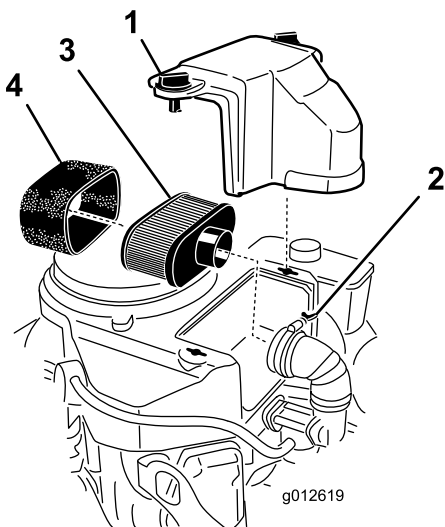

図 41
3. エアクリーナを外したときエンジン内部に異物が入らないよう、周辺をきれいに拭く(図41)。
4. エアクリーナのカバーのノブのねじをゆるめてカバーを外す(図41)。
5. エアクリーナのホースクランプをゆるめてエアクリーナアセンブリを外す(図41)。
6. ペーパーエレメントからスポンジエレメントを注意深く取り外す(図41)。
注 汚れがひどい場合には、新しいペーパーエレメントに交換する(図41)。
1. ペーパーエレメントにスポンジエレメントを注意深く取り付ける(図41)。
2. エアクリーナのベース、またはホース、にエアクリーナアセンブリを取り付けて固定する(図41)。
3. エアクリーナのカバーを取り付け、ノブを締め付けて固定する(図41)。